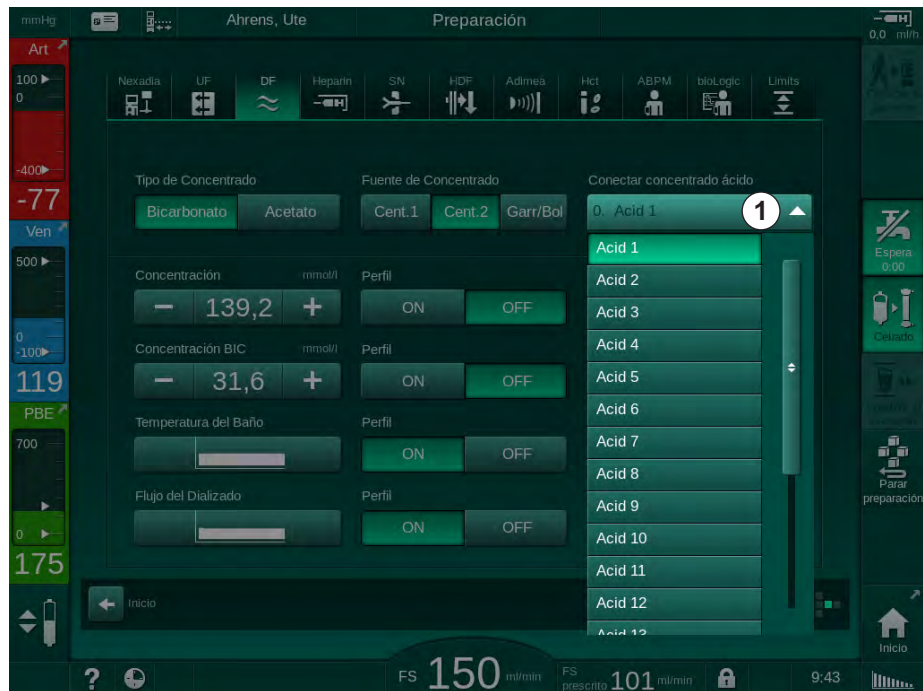

Fig. 5-18 Parámetros DF en modo mmol
Si se ha seleccionado el ajuste mmol/l para conductividad en modo TSM, se muestra un campo adicional con el nombre del concentrado seleccionado (Fig. 5-18, ①). Al pulsar en este campo se muestra una lista de todos los concentrados disponibles. Pueden seleccionarse hasta 20 ácidos y 10 acetatos.